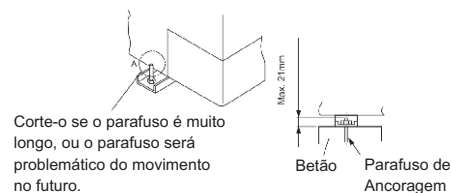

Fig.4.3 A instalação de parafusos de ancoragem
- (3) Fixe a unidade exterior conforme Fig 4.3.
- (4) Certifique-se de apertar a unidade exterior firmemente e horizontal para evitar fazer ruído quando a máquina está oblíqua ou inclinada pela brisa forte ou terremoto.
- (5) Não drene água para os lugares públicos para evitar escorregamento.